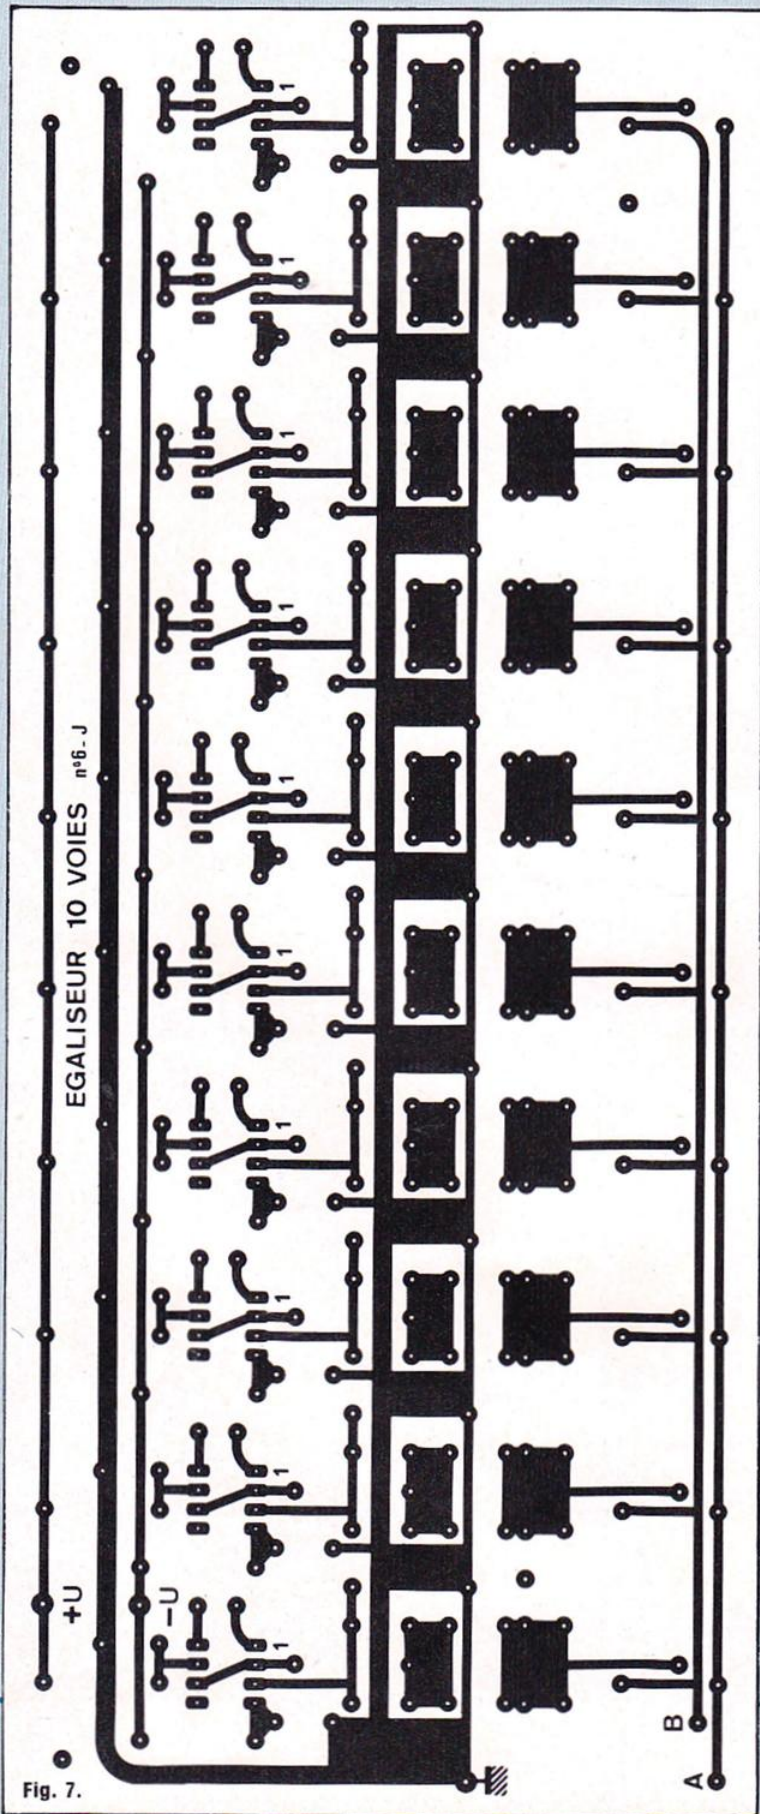

Fig. 7.
- deux plaquettes recevant chacune dix inductances actives (fig. 7) ;
Fig. 7 à 10 ; Circuits imprimés du correcteur de fréquence à l'échelle 1.